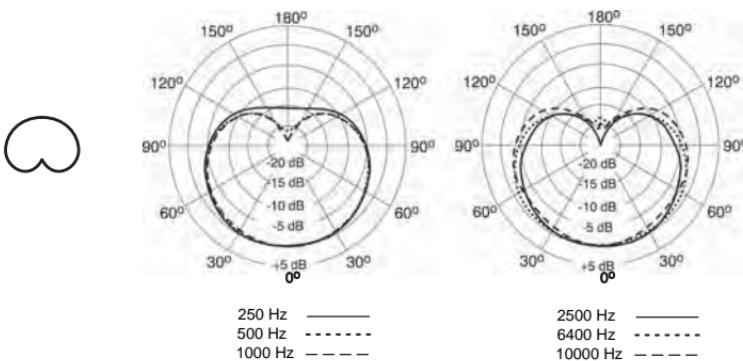

FIGURA 4. DIAGRAMMI POLARI TIPICI
**Cardioide.** Quando selezionate questo tipo di diagramma polare il microfono riprende i suoni direttamente dalla parte anteriore ed è meno sensibile rispetto ai suoni provenienti dalla parte posteriore. Questo è il diagramma più utilizzato nelle registrazioni in studio e nelle applicazioni live. Vedi Figura 4.
**Omnidirezionale.** Quando selezionate questo tipo di diagramma polare il microfono riprende i suoni provenienti da tutte le direzioni. Questo diagramma è il migliore per la ripresa dei suoni suono sul palco e di quelli provenienti contemporaneamente da diverse sorgenti, ad esempio cantanti o ensemble; inoltre non presenta alcun effetto di prossimità. Vedi Figura 4.